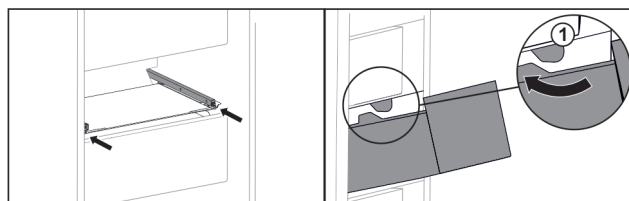

Fig. 115
- ▶ Prevedte zásuvku okolo zarážok Fig. 115 (1).